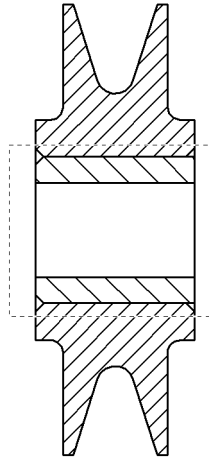

Рис. 53.33. Выделение изображения втулки
- 1.5. Выделите рамкой изображение *Втулки*, вставленной в *Ролик* и все геометрические объекты, относящиеся к отверстию *Ролика*, как это показано на рис. 53.33.